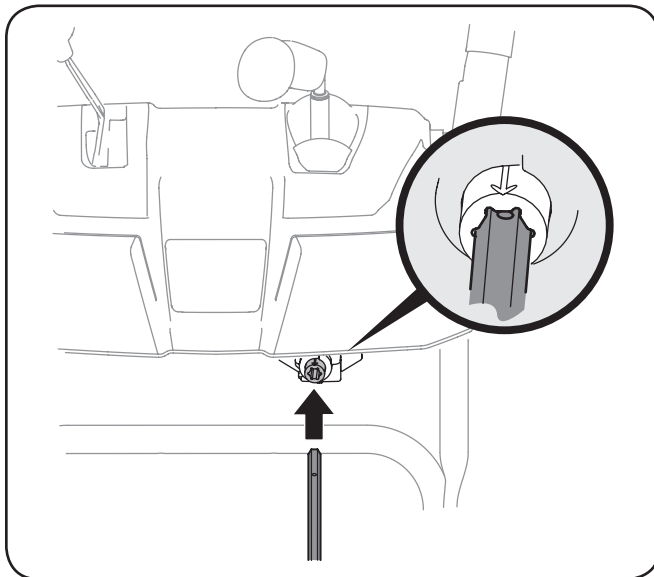

Figura 3-8
6. Inserte la varilla hexagonal dentro del engranaje del piñón por debajo de la palanca de control. Asegúrese de alinear el orificio en la varilla hexagonal con la flecha en el engranaje del piñón. Consulte la Figura 3-8.